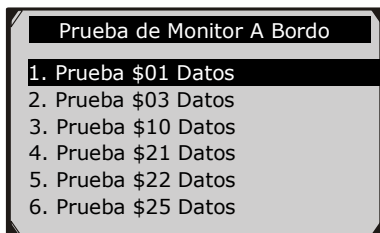

Figura 6.27
- 5) Desde el menú **Prueba de Monitor A Bordo**, use el botón de desplazamiento **ARRIBA/ABAJO** para seleccionar una prueba para ver y presione el botón **OK**. (Figura 6.27)